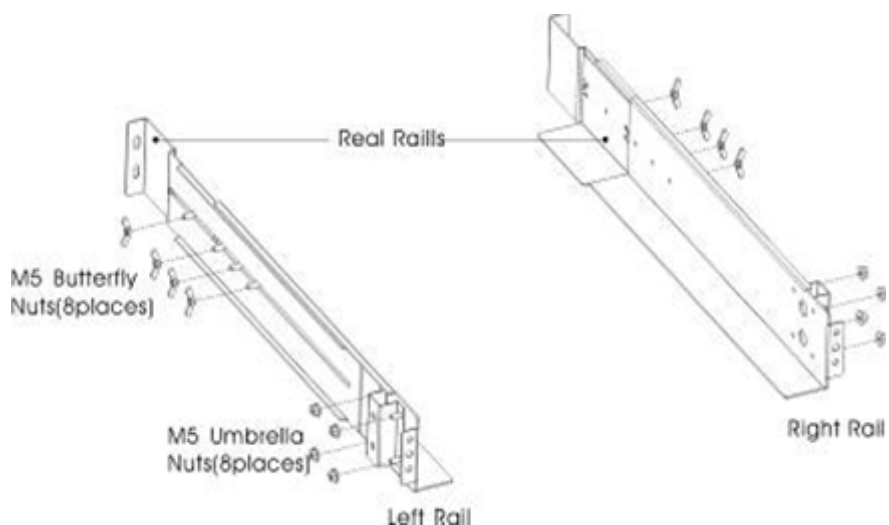

Рис. 3-1. Установка направляющих в шкафу.
3. Затяните четыре барашковые гайки М5 сбоку от направляющих (см. рис. 3-1).